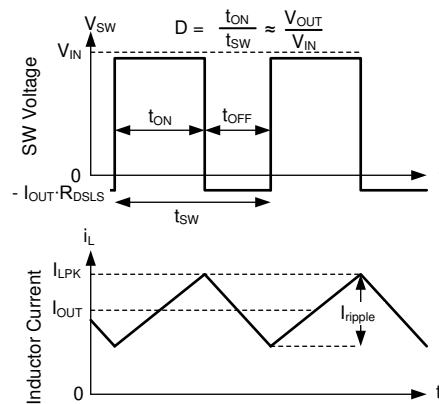

図 7-14. 連続モード (CCM) における SW 電圧とインダクタ電流の波形
LMR36506 の以下の動作の説明は、セクション 7.2 と 図 7-14 の波形を参照しています。CCM では、LMR36506 は、内蔵ハイサイド (HS) およびローサイド (LS) スイッチを各種デューティ サイクル (D) でオンにすることで、出力電圧のレギュレーションを実現します。HS スイッチのオン時間の間、SW ピンの電圧 (V_{SW}) は V_{IN} の付近までスイングし、インダクタ電流 (i_L) は線形的な傾きで増加します。HS スイッチは、制御ロジックによってオフにされます。HS スイッチのオフ時間 (t_{OFF}) の間、LS スイッチはオンにされます。インダクタ電流は LS スイッチを通して放電され、LS スイッチの両端の電圧降下によって V_{SW} をグランドの下まで強制的にスイングさせます。一定の出力電圧を維持するため、コンバータ ループはデューティ サイクルを調整します。D は、HS スイッチのオン時間をスイッチング周期で割った値として次のように定義されます。